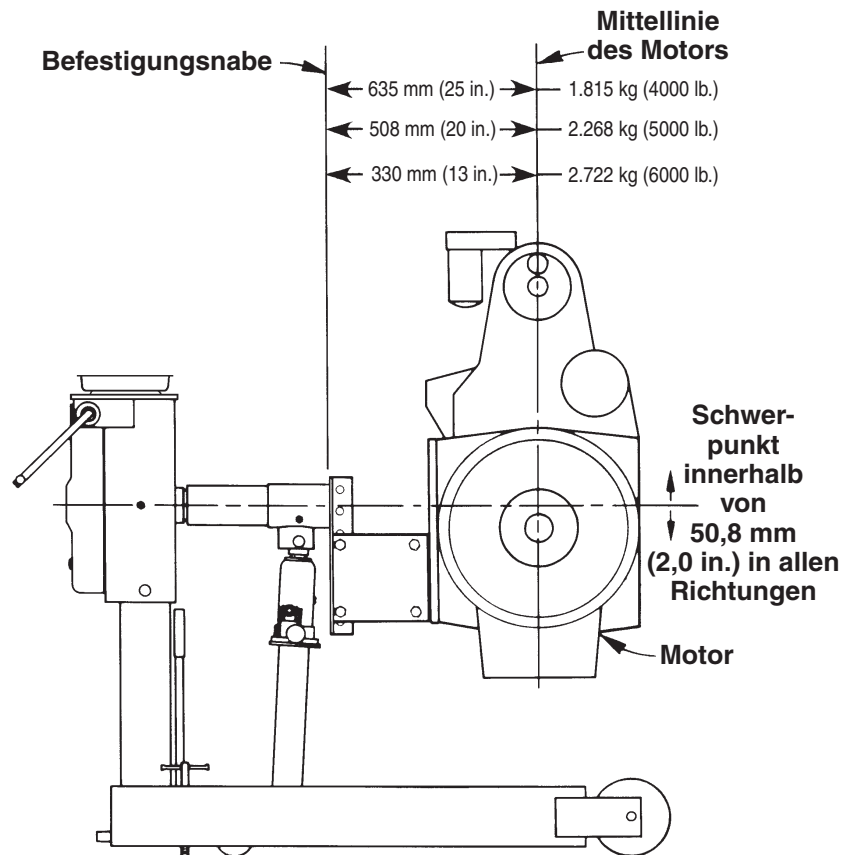

Abbildung 4
5. Siehe Abbildung 4. Den Motor (mit den Seitenplatten an der Adapterplatte angebracht) an der Universal-Adapterplatte auf dem Montagebock ausrichten. Den Motor anheben oder senken, bis dessen Schwerpunkt mit der Rotationswelle des Montagebocks übereinstimmt.